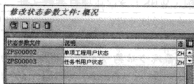

图 9-31 “修改状态参数文件：概况”界面
STEP 1 在命令栏输入 SPRO 命令，通过菜单选择“项目系统→结构→实施结构→工作分解结构 (WBS)→WBS 用户状态→创建状态参数文件”选项，弹出“修改状态参数文件：概况”界面，如图 9-31 所示。